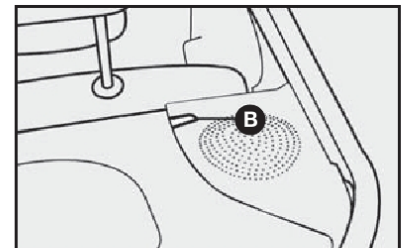

fig. 71
2) Tirar os pinos da cobertura do porta-malas das respectivas sedes B-fig. 71 e removê-lo.